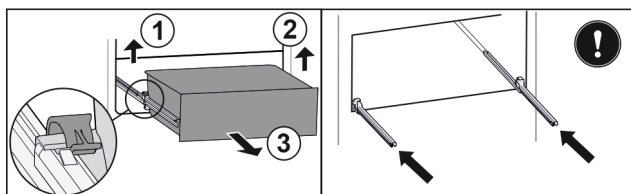

Fig. 152
- Nadvihnite ľavú svorku a súčasne ťahajte zásuvku vľavo dopredu. Fig. 152 (1)
- Nadvihnite pravú svorku a súčasne ťahajte zásuvku vpravo dopredu. Fig. 152 (2)
- Odoberte zásuvku dopredu. Fig. 152 (3)